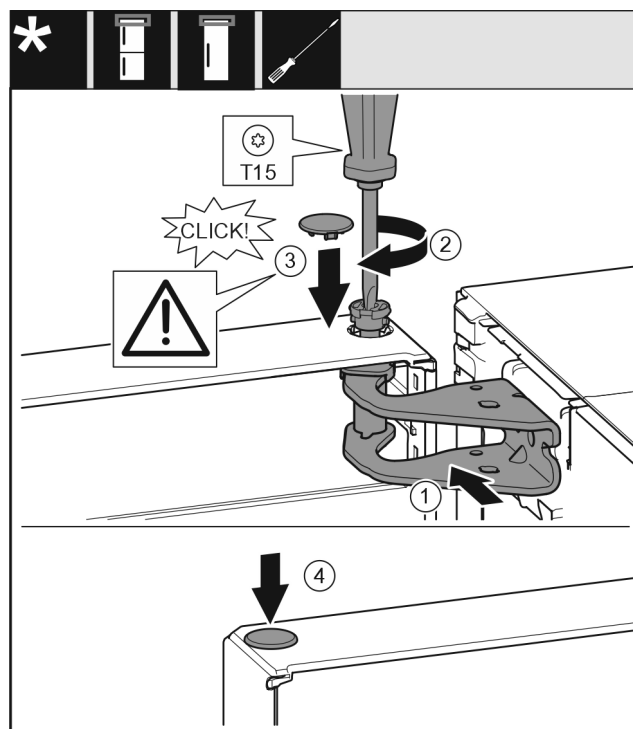

Fig. 23
- Orienter la porte en haut pour l'ouverture dans le support de palier Fig. 23 (1)
- Insérer l'axe Fig. 23 (2) et le serrer avec un tournevis.
- Monter le cache de fixation Fig. 23 (3) pour sécuriser la porte : mettre le cache de fixation en place et vérifier qu'il repose bien sur la porte. Sinon, insérer complètement l'axe.
- Mettre le cache Fig. 23 (4) en place.